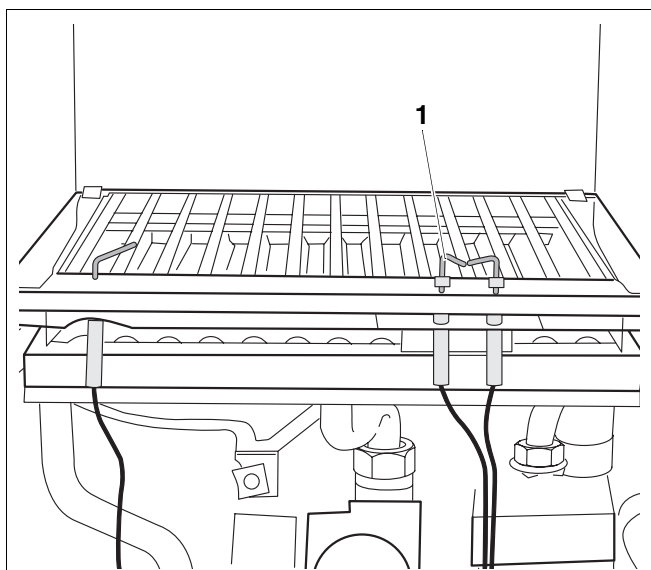
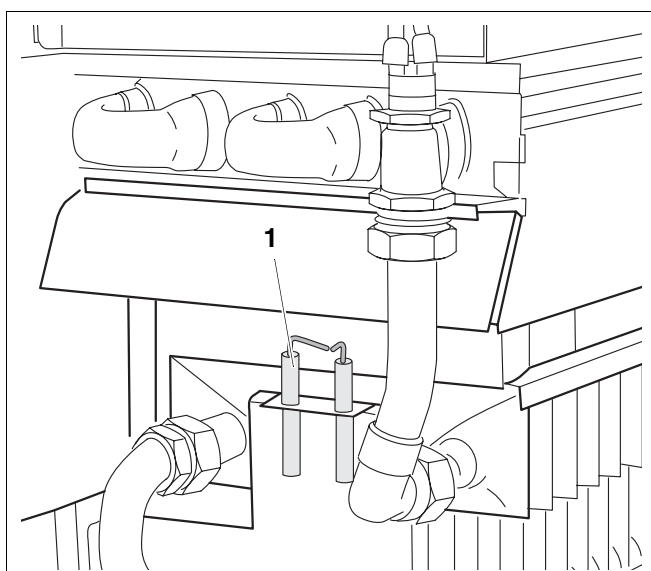

Рис. 22 Замена поджигающего электрода U002/U004
Рис. 23 Замена запального электрода U102/U104
- Отвернуть крепежные винты и снять запальный электрод (рис. 22, поз. 1 или рис. 23).